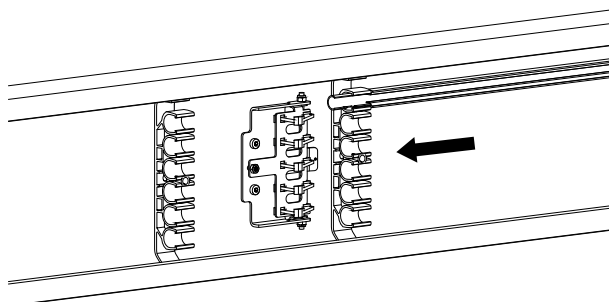

Abb. 9: Schleifleitung seitlich in Schienenhalter und Schleifkontakt-Sensoreinheit einschieben
- Die Schleifleitungen seitlich in die Schleifkontakt-Sensoreinheit und Schienenhalter einschieben (siehe Abb. 9).